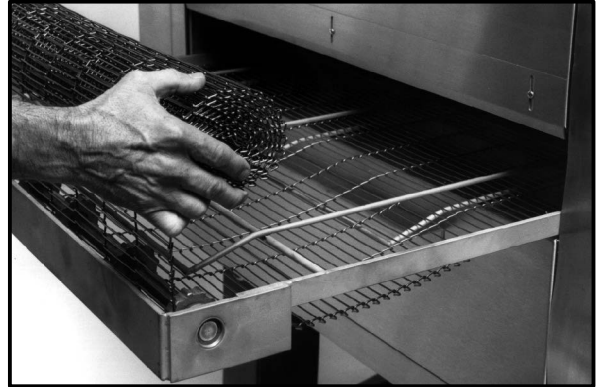

Figure 22
- f.) Glisser pour sortir la bande par un côté. S'assurer de rouler la bande comme montré à la Figure 22. Autrement la bande transporteuse sera retournée au moment de la remise en place.